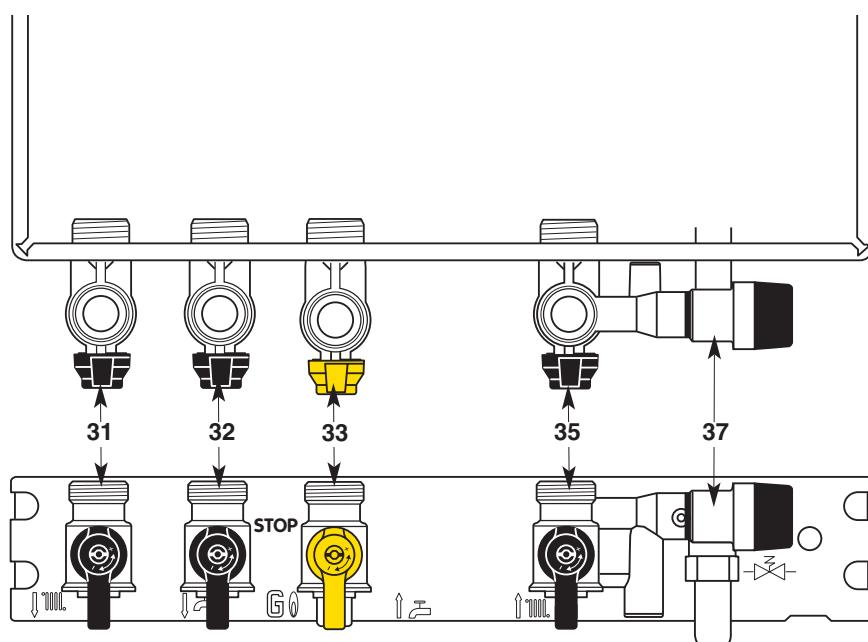

Fig. 22 - Vues de dessus et de face
Barrette robinetterie (fig. 22)
3. Ouvrez l'arrivée du gaz, robinet gaz **33** (fig. 22), sur la position «  ».
- Coupez l'arrivée du gaz en tournant le robinet **33** (fig. 22), sur la position « STOP ».
*chauffage **31** (fig. 22).*